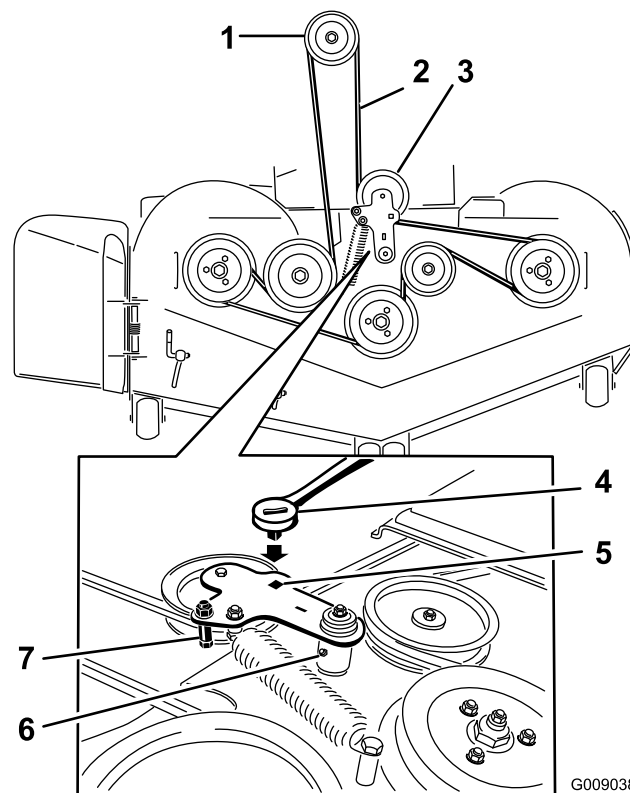

Figure 71
10. Montez le guide de courroie sur le bras de la poulie de tension (voir Figure 71).
11. Insérez le rochet dans le trou carré et montez le ressort de la poulie de tension (Figure 71).
5. Insérez un rochet dans le trou carré du bras de la poulie de tension pour détendre le ressort de la poulie de tension (Figure 71).
7. Enlevez le guide de courroie situé sur le bras de la poulie de tension rappelée par ressort (voir Figure 71).
9. Acheminez la courroie neuve autour des poulies du plateau de coupe et de la poulie d'embrayage, sous le moteur (Figure 71).